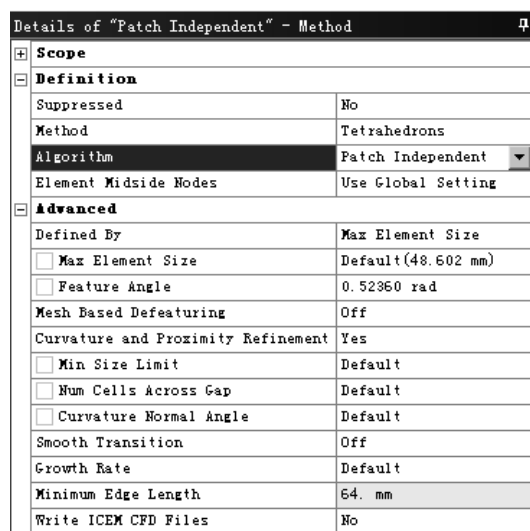

图 5.1.3 “Details of ‘Patch Independent’ -Method”对话框
(1) 协调分片算法 (Path Conforming)。该方法基于 TGrid 算法，先生成面网格，然后生成体网格。
- ◆ 选用协调分片算法的方法：在图 5.1.3 所示的“Details of ‘Patch Independent’ -Method”对话框中 **Definition** 区域的 **Method** 下拉列表中选择 **Tetrahedrons** 选项，在 **Algorithm** 下拉列表中选择 **Patch Independent** 选项。